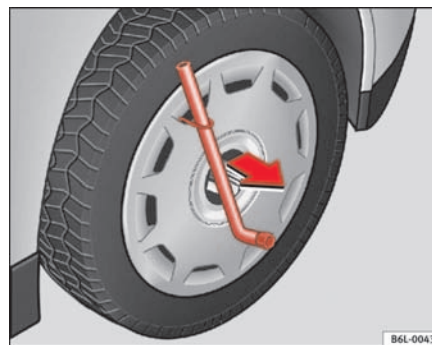

Fig. 130 Retirer l'enjoliveur intégral de la roue
- Retirez l'enjoliveur plein de la roue à l'aide de la clé et de l'étrier métallique* ⇒ **fig. 130**.